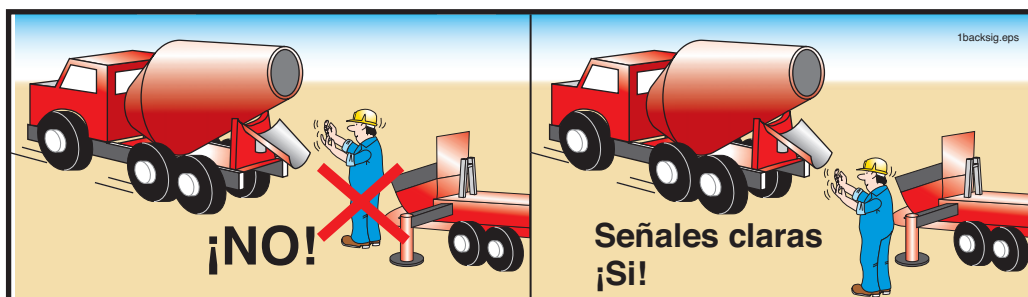

Figura 39
8.6 **⚠️ ADVERTENCIA** ¡Peligro de ser aplastado! ¡Nunca, pero absolutamente nunca, se interponga entre el camión del concreto y la bomba! Apártese a un costado, para que el chofer del camión pueda tenerlo a su vista en todo momento (Figura 39).
8.7 **⚠️ ADVERTENCIA** Cuando esté retrocediendo camiones de concreto premezclado, use señales de mano claras y concisas (Figura 39).